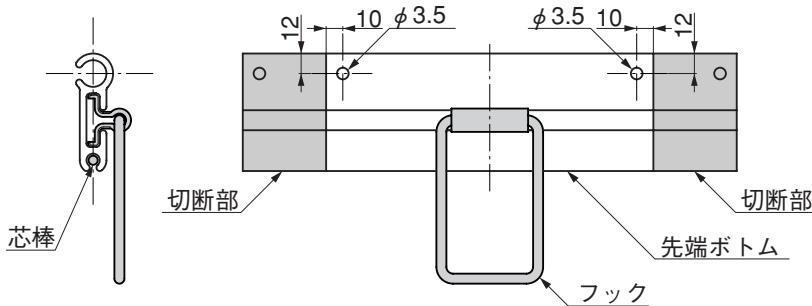

図2-2 先端ボトムの加工
- 表2-2と図2-2にしたがって、先端ボトムの芯棒を切断してください。
- 図2-2にしたがって、両端から10mmの位置に、φ3.5の穴をあけてください。